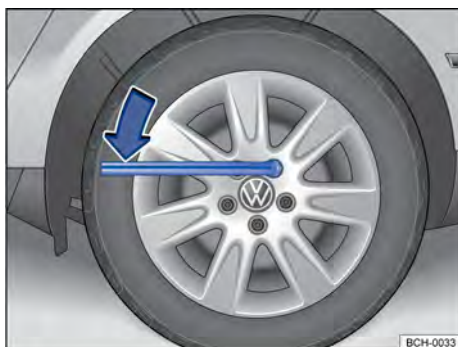

Fig. 203 Troca de roda: soltar os parafusos da roda.
- Encaixar a chave de roda no parafuso da roda até o batente → Fig. 203.